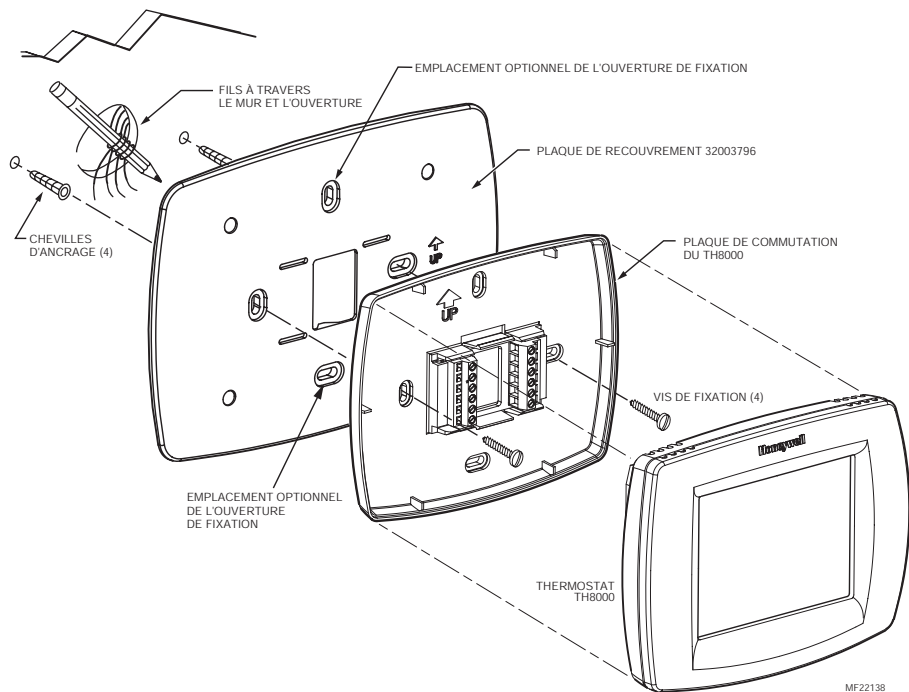

Fig. 2. Installation au mur d'un thermostat TH8000, d'une plaque de commutation et d'une plaque de recouvrement 32003796.
3. Faire correspondre les ouvertures de la plaque de recouvrement avec celle de la plaque de montage du thermostat. Insérer les vis comprises avec le thermostat; mettre de niveau et resserrer les vis. Voir la Fig. 2.